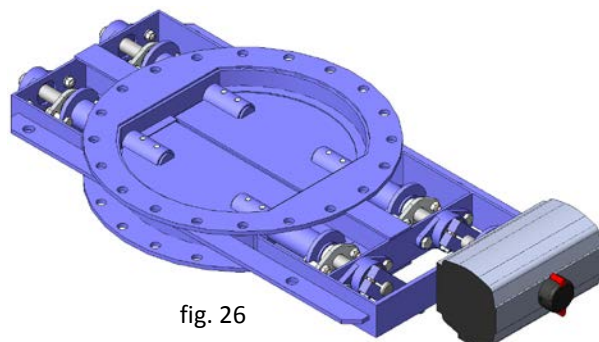

fig. 26
- Pneumatic cylinder ¼ turn (fig. 26) *